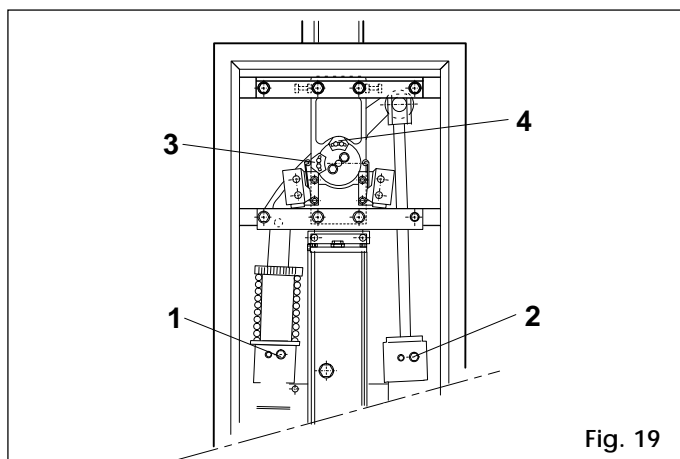

Fig. 19
- 1) L'intensità di rallentamento della barriera 620 SR è già tarata in produzione. Solo se occorre fare piccoli aggiustamenti agire sulle viti di regolazione rif. 1 e rif. 2 di fig. 19. Ruotando in senso orario si aumenta l'intensità di rallentamento, in senso antiorario si diminuisce. **ATTENZIONE** : La regolazione avviene su 1/2 giro di vite.
- 2) La regolazione ottimale delle camme dei finecorsa rif. 3 e 4 fig. 19, si ha quando il microinterruttore interessato interviene in contemporanea al raggiungimento del finecorsa meccanico.